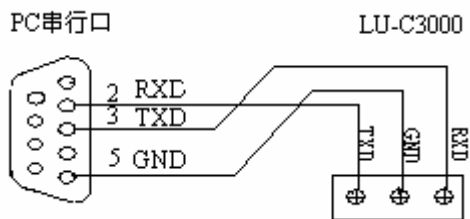

图5.1 RS232通讯接线方法
**硬件连接：**RS232的通讯接口为接线端子：1（TXD）、2（GND）、3（RXD）脚分别接标准9针串口的2、5、3脚。用户只需将所配备的RS-232三芯通讯线的一端接于此端口，另一端与上位机的串行口相连。其连接方式见图5.1。